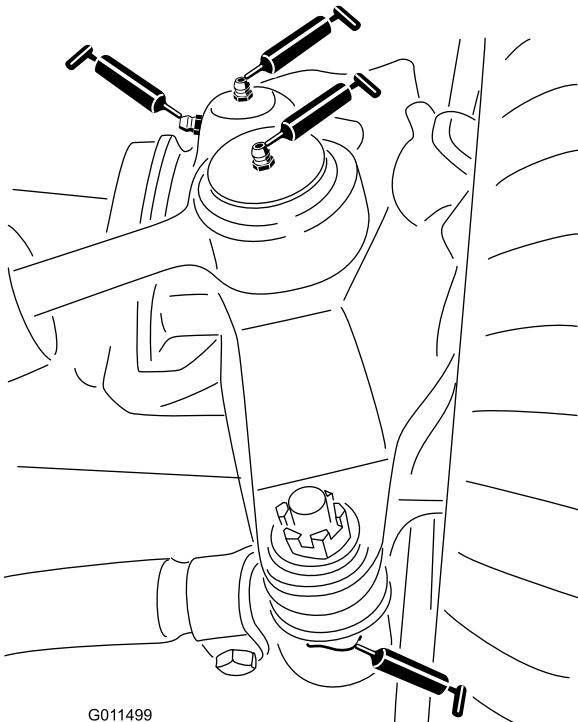

Figura 63
- Duas rótulas esféricas do cilindro da direção (Figura 63)
- Duas rótulas esféricas da barra de ligação (Figura 63)
- Dois casquilhos do pino principal (Figura 63). **O bocal superior do pino principal apenas deverá ser lubrificado uma vez por ano (2 bombas).**